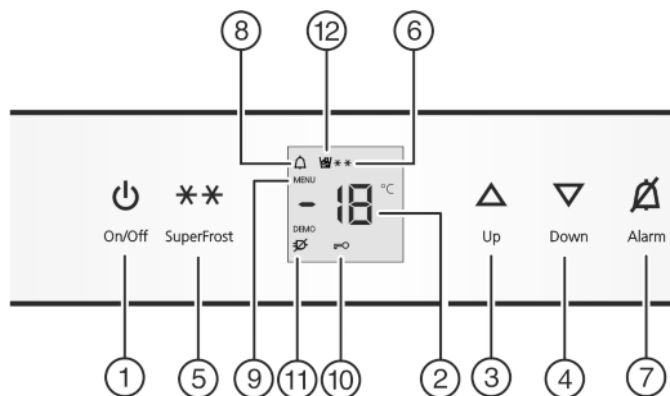

Fig. 2
- ▶ Pulse la tecla On/Off *Fig. 2 (1)*.
- ▶ Activar el modo de ajuste: pulse la tecla SuperFrost *Fig. 2 (5)* durante aprox. 5 s.
- ▷ El símbolo de menú *Fig. 2 (9)* se ilumina.
- ▶ Pulse brevemente la tecla SuperFrost *Fig. 2 (5)* para confirmar.
- ▶ Para activar el bloqueo contra la manipulación por niños, pulse brevemente la tecla SuperFrost *Fig. 2 (5)*.
- ▷ El símbolo del bloqueo contra la manipulación por niños *Fig. 2 (10)* se ilumina. En el indicador parpadea **⌂**. Si se visualiza **⌂** en el indicador:
- ▶ Para desactivar el bloqueo contra la manipulación por niños, pulse brevemente la tecla SuperFrost *Fig. 2 (5)*.
- ▷ El símbolo del bloqueo contra la manipulación por niños *Fig. 2 (10)* se apaga. En el indicador parpadea **⌂**.
- ▶ Desactivar el modo de ajuste: pulse la tecla On/Off *Fig. 2 (1)*.
- ▶ Pulse la tecla Alarm *Fig. 2 (7)*.
Simultáneamente, parpadea la indicación de temperatura y el símbolo de alarma *Fig. 2 (8)*.
El tono de aviso se desactiva automáticamente, el símbolo de alarma *Fig. 2 (8)* se apaga y la indicación de temperatura deja de parpadear cuando la temperatura vuelve a descender lo suficiente.
► Ajuste de aumento de temperatura: Pulse la tecla de ajuste Up Fig. 2 (3).